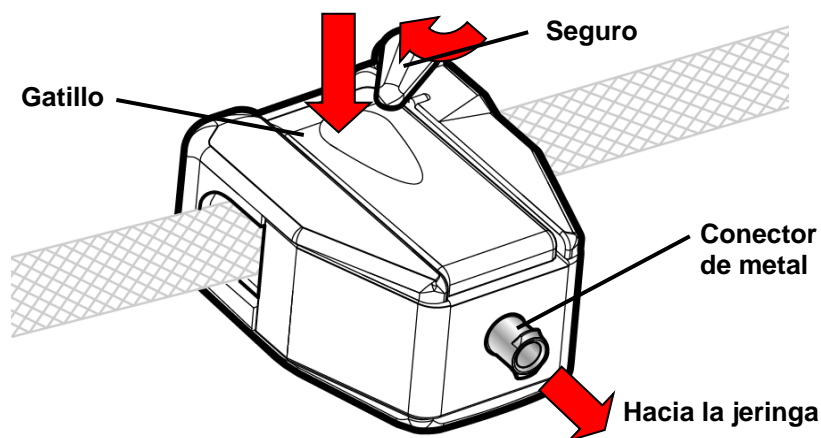

Figura 136 - Toma de Muestra de dializante del puerto de muestreo (abierto)
3. Presione el gatillo del puerto de muestreo de dializante y dele la vuelta al seguro para cerrar el puerto y en la posición abierta (vea Figura 136). El curso del dializante estará ahora abierto a la jeringa a través del puerto de muestreo de dializante.